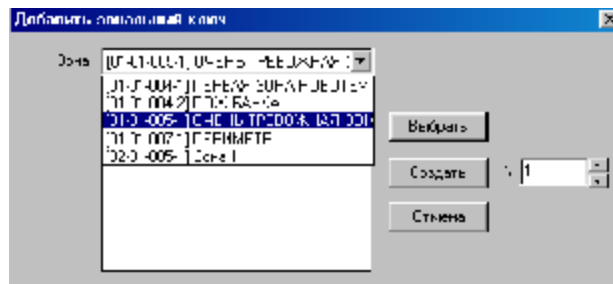

Рисунок 44
4.5.2 Для привязки ключей зоны объекта к доверенному лицу (рисунок 44) выполнить следующие действия. Установить маркер на требуемом доверенном лице и нажать кнопку «Добавить ключ». Из списка зон объекта выбрать требуемую, а из списка свободных ключей – номер условного ключа данной зоны.